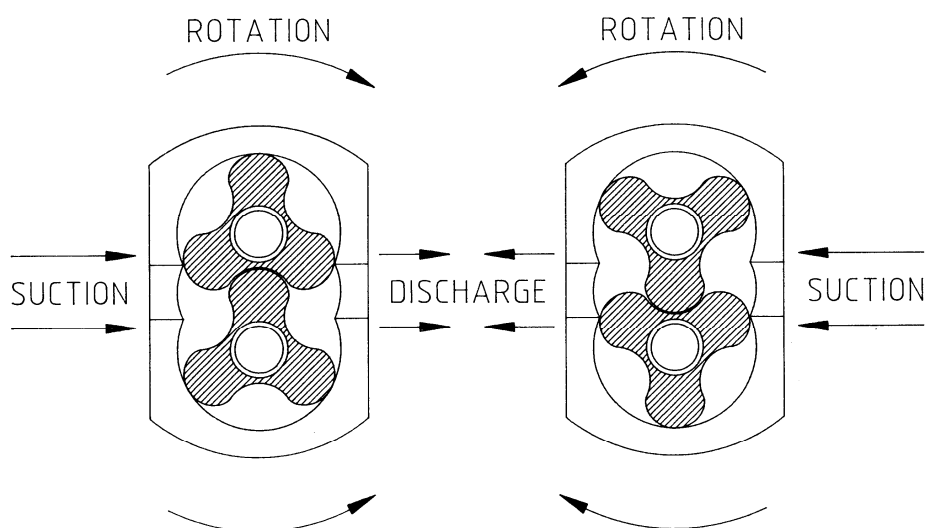

Fig 8 Rotations- och flödesriktning
- Tillse att drivaxeln roterar åt rätt håll i enlighet med korrekt flödesriktning. Se Fig 8.